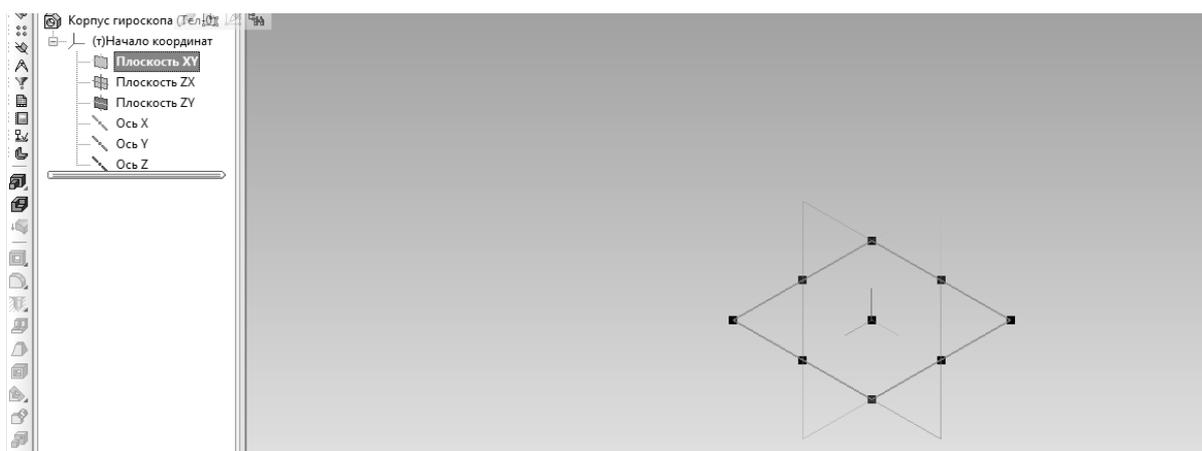

Рис. 10. Выбор плоскости
6. Следующим шагом является выбор плоскости. Его можно осуществить щелкнув на соответствующей плоскости в поле с градиентной заливкой, либо в дереве модели (рис. 10). Углы и середины отрезков квадрата, изображающего плоскость, при этом должны выделиться черными маркерами (см. рис. 10).